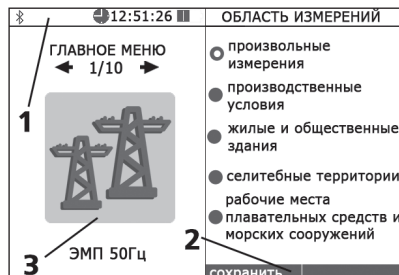

Рисунок 6
5.1. Экран блока НТМ-Терминал (рисунок 6) разбит на составные части, а именно: